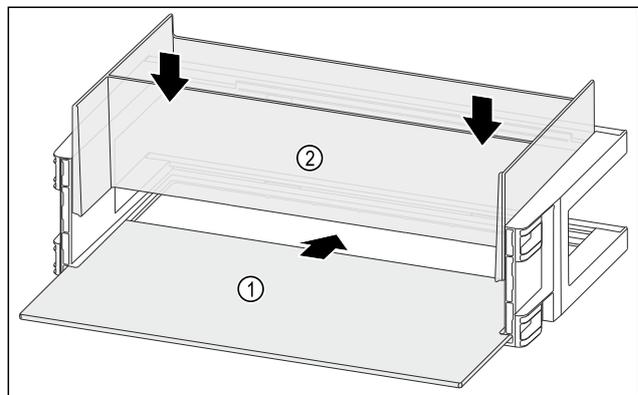

Fig. 119
- ▶ Abstellfläche Fig. 119 (1) in die seitlichen Einsparungen einschieben.
- ▶ Organizer Fig. 119 (2) einsetzen.